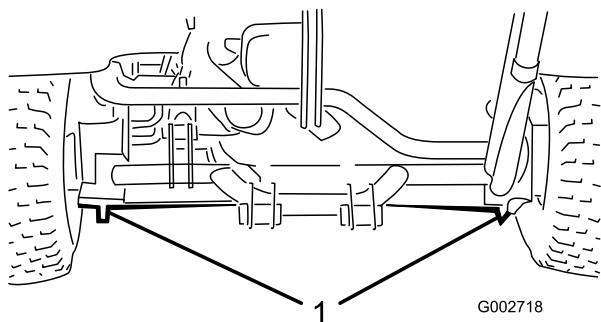

Рисунок 20
- На левой или правой стороне - под задним колесным гидромотором или под рамой (Рисунок 20).